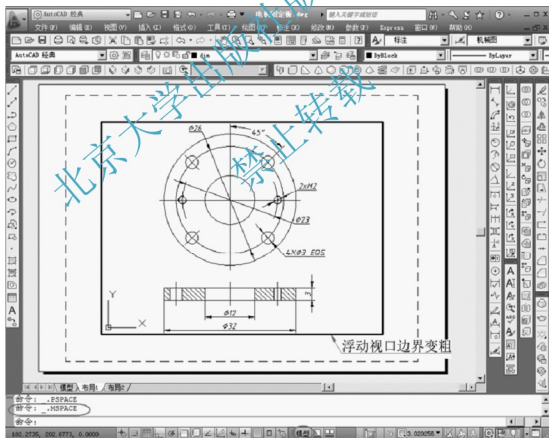

图 8-5 【布局】中处于【模型空间】的图形显示
在【布局】中，若图形处于【图纸空间】，系统坐标标识显示为三角形，如图 8-4(a)所示，此时，无法编辑或选择在模型环境中所绘制的对象；若图形处于【模型空间】，系统坐标标识则显示为通常的二维坐标形式，如图 8-4(b)所示，此时，图中浮动视口边界颜色变深，如图 8-5 所示，即视口被激活，视口内图形能被编辑。
- (1) 状态栏：单击【模型或图纸空间】的模型图标按钮，如图 8-5 所示。
- (2) 命令行：MSPACE(MS)(模型空间)或 PSPACE(PS)(图纸空间)。